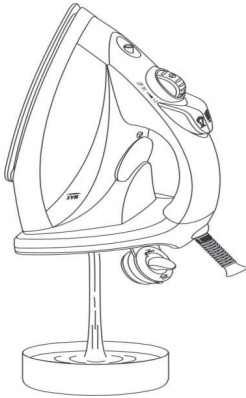

Abbildung 9
3. Öffnen Sie den Wassertankverschluss und entleeren Sie den Wassertank (Abb. 9).